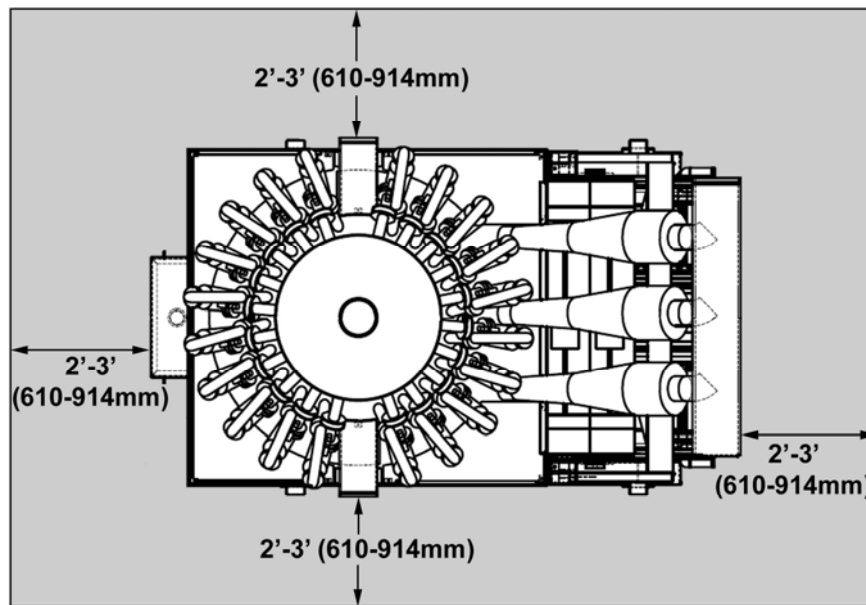

Figura 3-1 Espaço Livre - Agitador Série DP600
1. Prepare espaço livre suficiente em todos os quatro lados das instalações da máquina e/ou multi-máquina. A figura 3-1 mostra os afastamentos mínimos em todos os lados da(s) máquina(s).